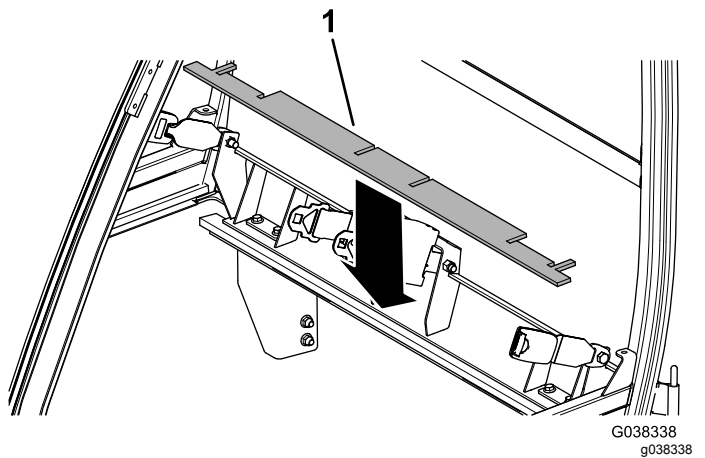

Figura 14
9. Instale o vedante de espuma traseiro, superior (Figura 14).